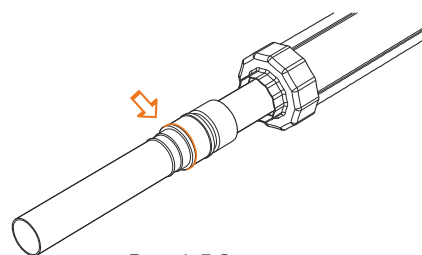

Рис. 4.5.9
10. После запрессовки визуально убедиться, что между буртом втулки пресс-фитинга и торцом гильзы подвижной нет зазоров (рис. 4.5.9).